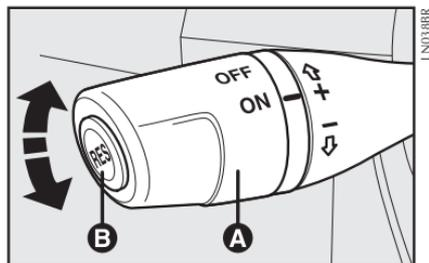

fig. 71
COMANDOS - fig. 71
O piloto automático é comandado pela alavanca **A-fig. 71**.
1) Apertando o pedal do acelerador e em seguida memorizando a nova velocidade atingida (posicionando a alavanca **A-fig. 71** para cima (+) por pelo menos três segundos);